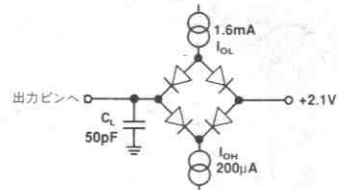

図1. アクセス時間測定用負荷回路
3. t_6 と t_{17} は図1の負荷回路で測定され、出力が0.8Vまたは2.4Vに達するまでに必要な時間として定義されています。